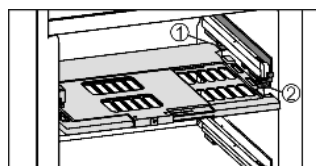

Fig. 13
► Установка пластины регулировки влажности: поперечные ребра крышки на пластине вставить через низ в задний держатель Fig. 13 (1) и защелкнуть спереди на держателе Fig. 13 (2).